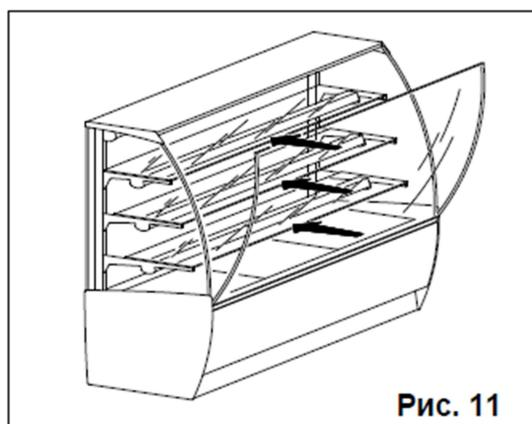

Рис. 11
12. Монтаж витрины – (технический специалист). (Рис.11)
- Снимите упаковку и вставьте стекла на соответствующие полки (**Рис.11**), обратив особое внимание на монтаж самого узкого стекла на первой полке сверху.